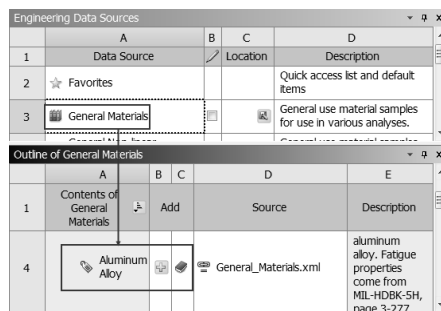

图 19-107 材料选择
Step2: 进入如图 19-107 所示材料库, 选择 General Materials Aluminum Alloy 命令, 设定完成后单击 Project 按钮切换到工程界面下。